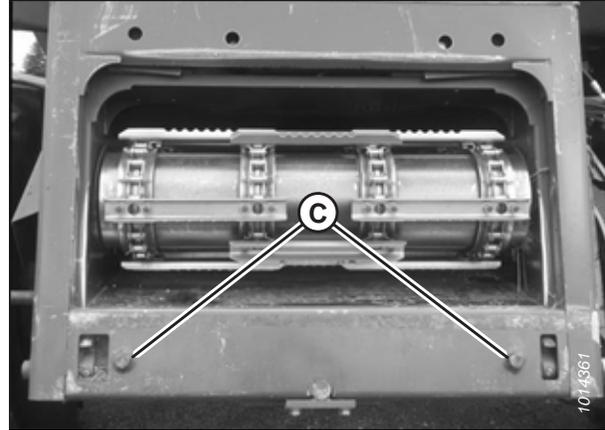

Figure 4.51: Chevilles d'alignement
3. Démarrez le moteur et rapprochez lentement la plateforme jusqu'à ce que le convoyeur soit directement sous la traverse supérieure (A) du module de flottement et que les goupilles d'alignement (C) (voir la figure 4.51, page 316) du convoyeur soient alignées avec les trous (B) du châssis du module de flottement.